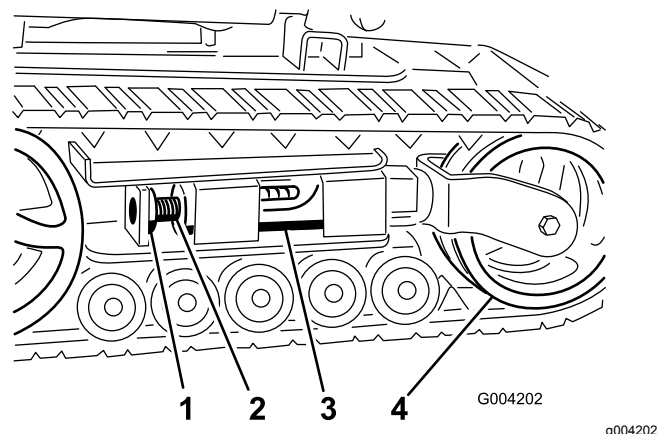
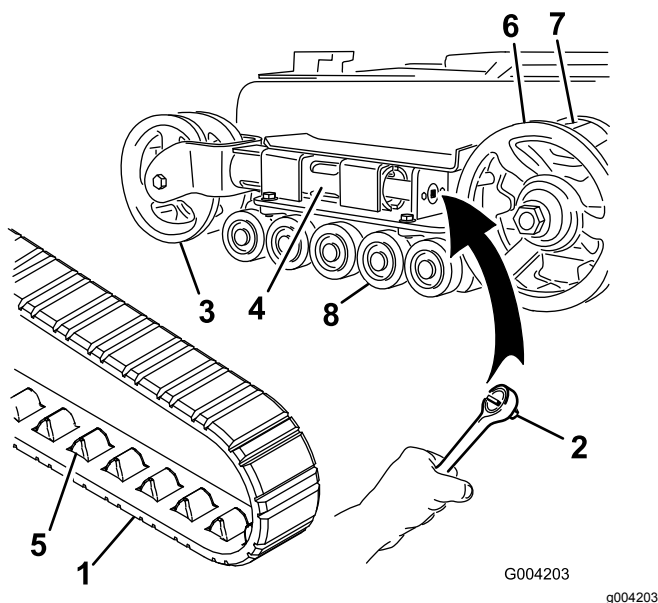
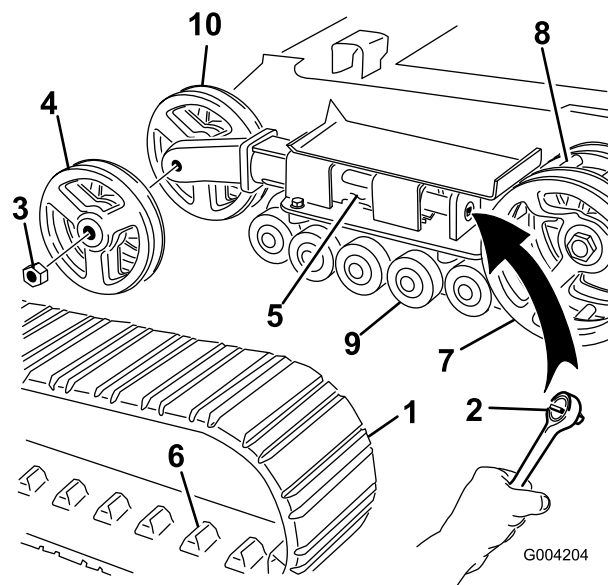

Figure 45
Figure 46
Figure 47
4. Enlevez le boulon et l'écrou de blocage (Figure 45).
6. Alignez l'encoche la plus proche dans la vis de tension avec le trou du boulon de blocage, et fixez la vis avec le boulon et l'écrou de blocage (Figure 45).
Remarque: Les chenilles sont de type étroit si les roues de tension avant sont montées à l'intérieur d'une chape au bout du tube de tension (Figure 46).
5. À l'aide d'un rochet de ½", tournez la vis de tension dans le sens horaire pour détendre la transmission (Figure 45 et Figure 46).
6. Poussez la roue de tension vers l'arrière de la machine pour appuyer le tube de tension contre le cadre (Figure 46).
8. Lorsque la chenille est déchaussée, retirez-la du pignon d'entraînement et des galets de roulement (Figure 46).
9. Pour installer la chenille neuve, commencez par l'enrouler autour du pignon, en veillant à ce que les crampons s'engagent correctement entre les dents du pignon (Figure 46).
10. Poussez la chenille sous et entre les galets de roulement (Figure 46).
Remarque: Les chenilles sont de type large si les roues de tension avant sont montées sur les côtés au bout du tube de tension (Figure 47).
5. À l'aide d'un rochet de 1/2", tournez la vis de tension dans le sens horaire pour détendre la transmission (Figure 45 et Figure 47).
6. Poussez la roue de tension vers l'arrière de la machine pour appuyer le tube de tension contre le cadre (Figure 47).
7. Retirez l'écrou de fixation de la roue de tension extérieure et déposez la roue (Figure 47).
8. Déposez la chenille (Figure 47).
9. Retirez l'écrou de fixation de la roue de tension intérieure et déposez la roue (Figure 47).
13. Posez la roue de tension intérieure et fixez-la avec l'écrou retiré précédemment (Figure 47).
15. Posez la chenille neuve en prenant soin que les crampons s'engagent entre les dents au centre du pignon (Figure 47).
16. Posez la roue de tension extérieure et fixez-la avec l'écrou retiré précédemment (Figure 47).
6. Placez le chapeau de galet de roulement sur la tête du boulon (Figure 46).
7. Fixez le chapeau avec le circlip (Figure 46).